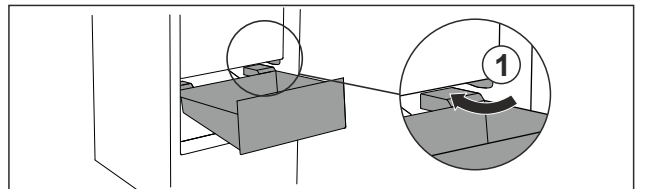

Fig. 21
- ▶ Обвести висувний ящик навскіс навколо стопора Fig. 21 (1).